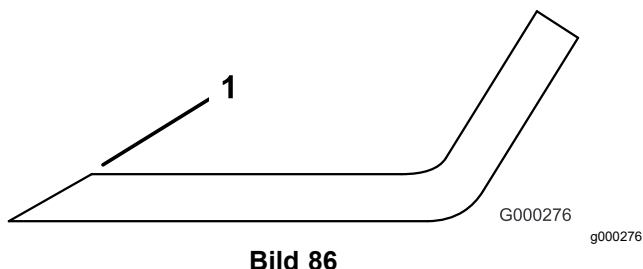

Bild 86
3. Prüfen Sie die Schnittkanten aller Messer und schärfen die Kanten, wenn sie stumpf sind oder Kerben haben (Bild 86).
Hinweis: Schärfen Sie nur die Oberseite der Schnittkante und behalten Sie den ursprünglichen Schnittwinkel bei, um die Schärfe des Messers zu gewährleisten (Bild 86). Das Schnittmesser bleibt ausgewuchtet, wenn von beiden Schnittkanten die gleiche Materialmenge entfernt wird.